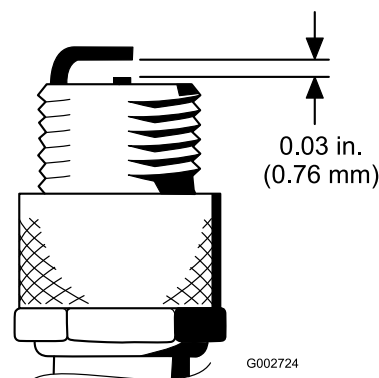

Figura 46
4. Ajuste a folga existente entre a zona central e lateral do eléctrodo para 0,76 mm (Figura 46).